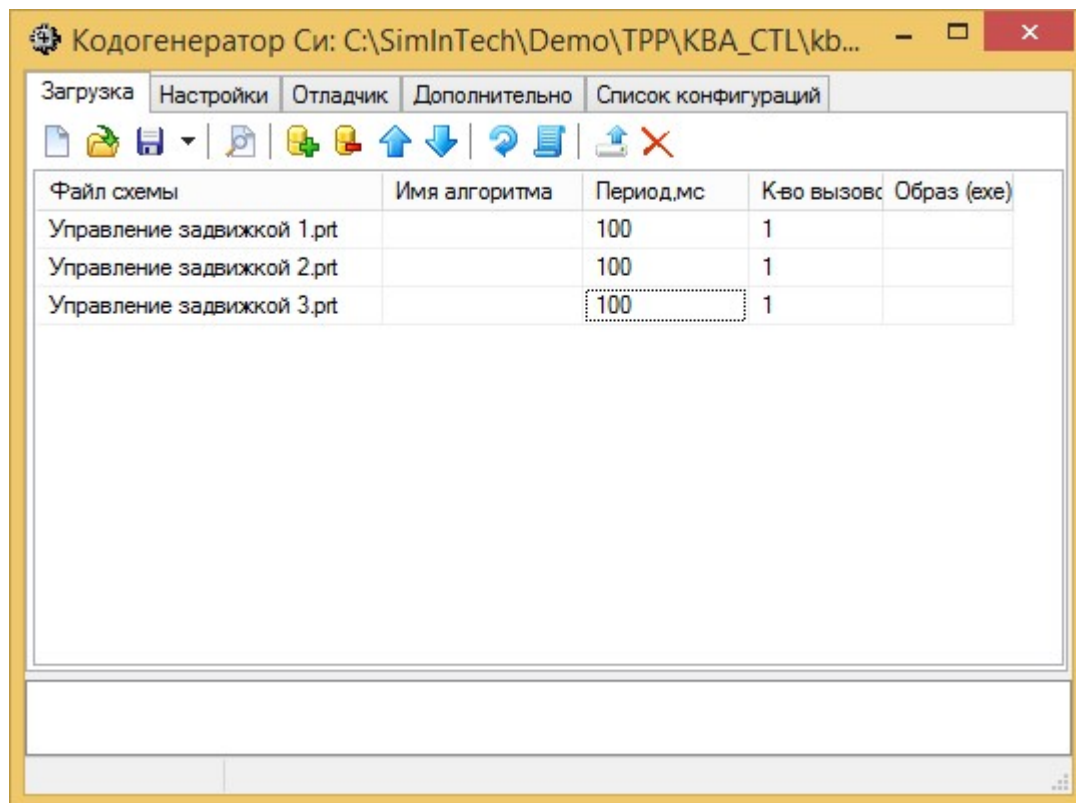

Рисунок 20 – Добавленные проекты в таблицу проектов кодогенератора
1. Перейдем во вкладку "**Загрузка**" кодогенератора и добавим три файла проектов: **Управление задвижкой 1.prt**, **Управление задвижкой 2.prt**, **Управление задвижкой 3.prt** (Рисунок 20).